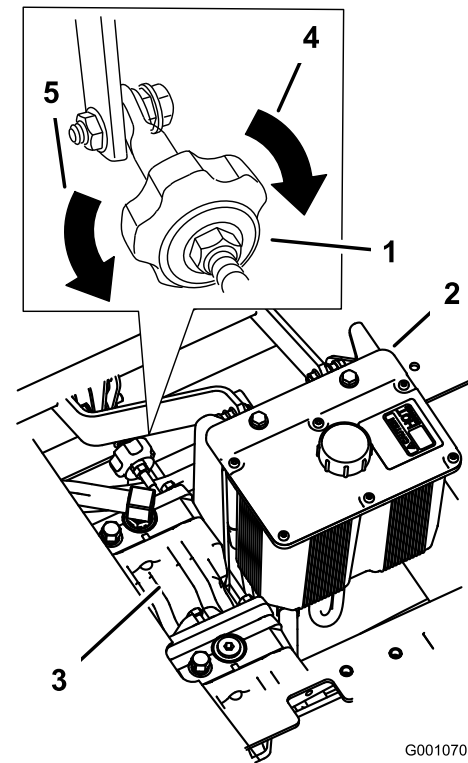

Figure 52
4. Pour que la machine tire à droite, tournez le bouton vers la droite de la machine. Voir Figure 52.
5. Pour que la machine tire à gauche, tournez le bouton vers la gauche de la machine. Voir Figure 52.